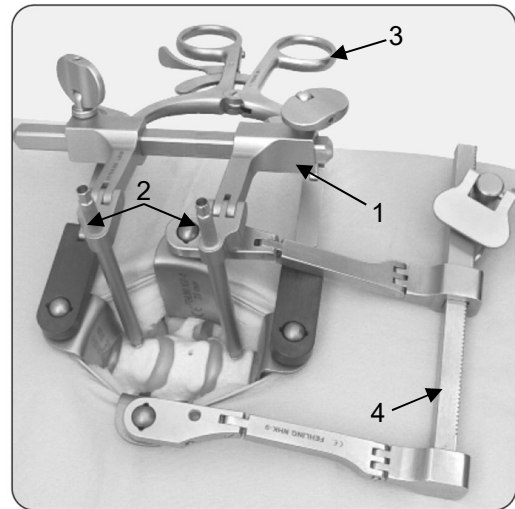
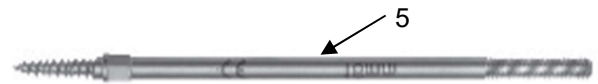

Abb. 2: Konfigurationsbeispiel für den CONCEPT HWS Intervertebraldistraktor (LMI-9F bzw. LMI-9L)
Abb. 3: Distraktionspin (beispielhaft)
Abbildung 2 zeigt ein Konfigurationsbeispiel für den CONCEPT HWS Intervertebraldistraktor (1) in Verbindung mit je einem longitudinal (3) und transversal (4) ausgerichteten ATLAS HWS-Spreizer. In Tabelle 1 sind die entsprechenden Komponenten aufgelistet. Abbildung 3 zeigt beispielhaft einen Distraktionspin, welcher mithilfe des Pin-Drehers (siehe 8) Erforderliches Zubehör) in den Wirbelkörper hineingedreht wird. Die Distraktionspins besitzen am proximalen Ende ein Gewinde, an dem sie mit einer Fixiermutter (Abb. 4) fixiert werden.